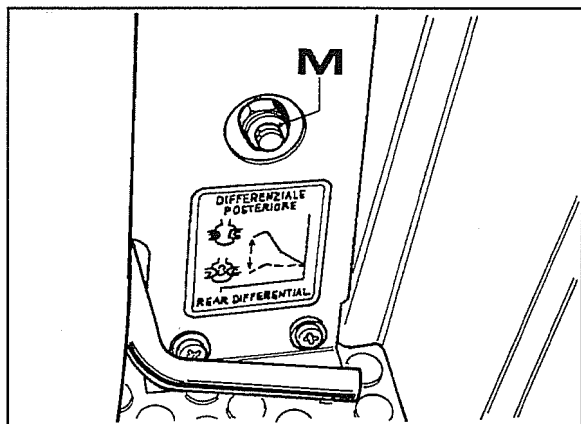

Fig. 1
- 1 Com as rodas posteriores levantadas, atarraxar a porca de regulação dos travões **M** fig.1 até bloquear a roda correspondente e depois desapertar de meio giro a porca verificando que a roda rode livremente. Repetir a operação também na outra roda.